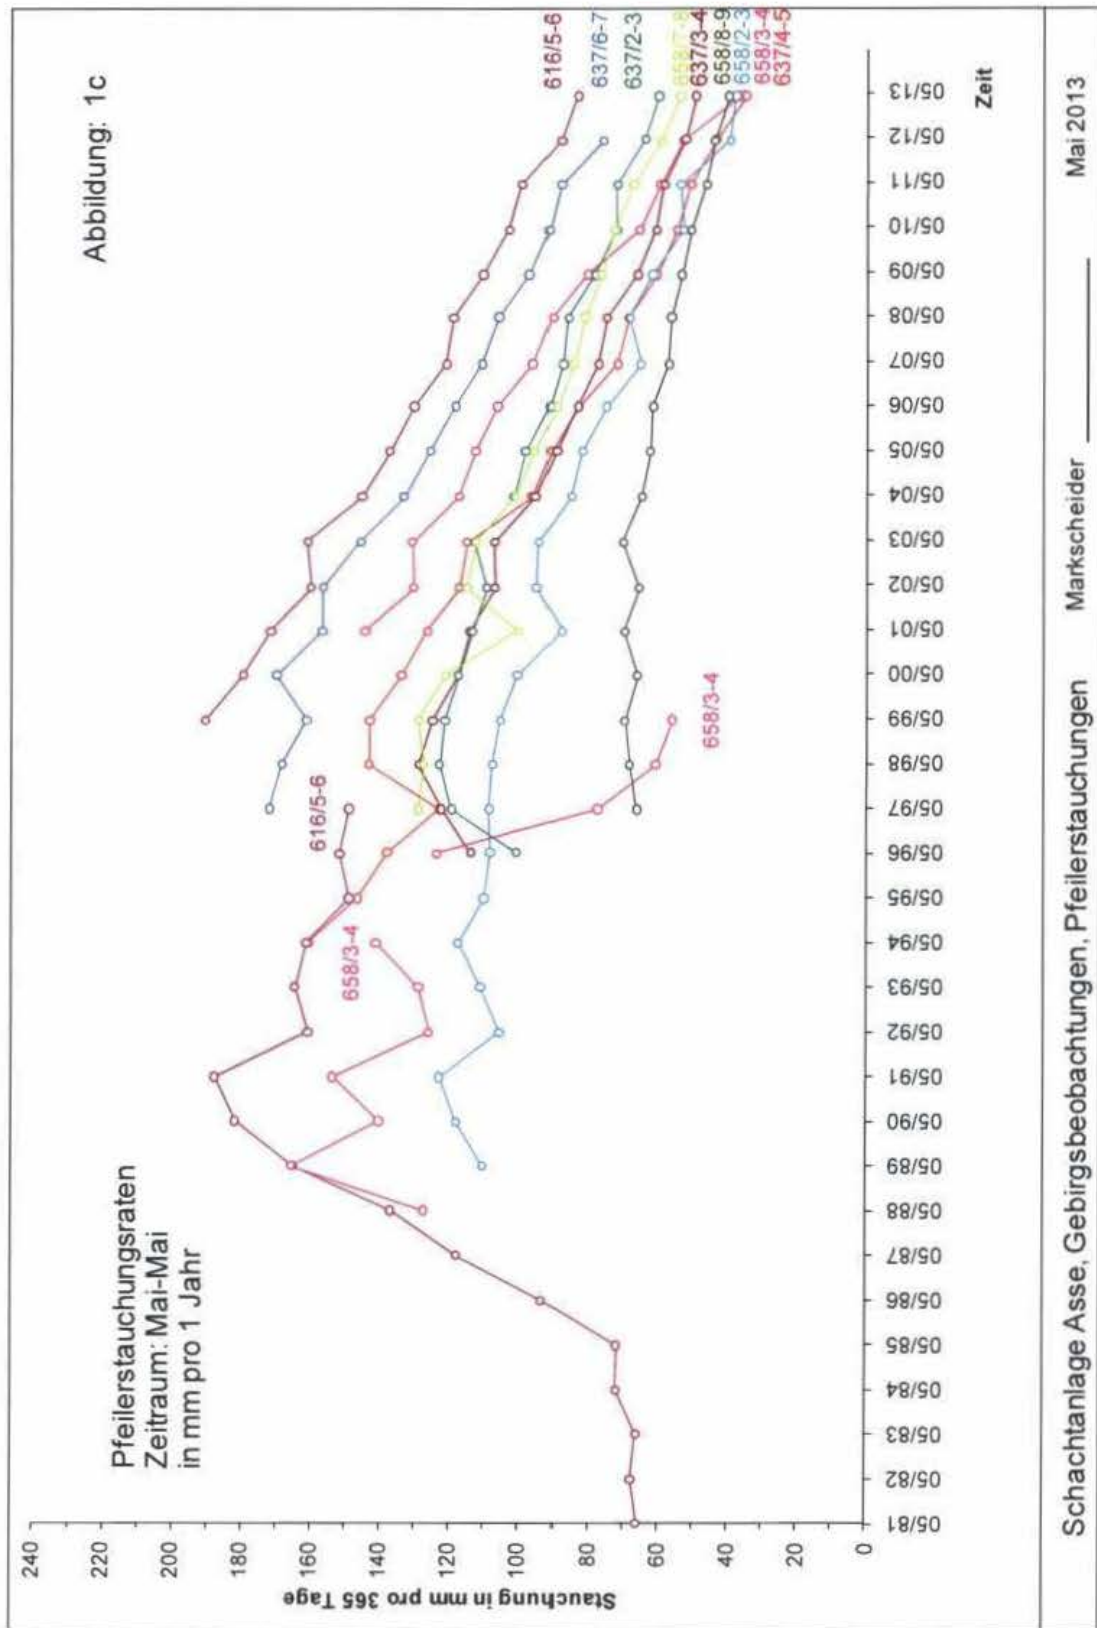

Abbildung 1c: Pfeilerstauchungsraten 616- bis 658-m-Sohle [mm/a]
- Abbildung 1c: Pfeilerstauchungsraten 616- bis 658-m-Sohle [mm/a]